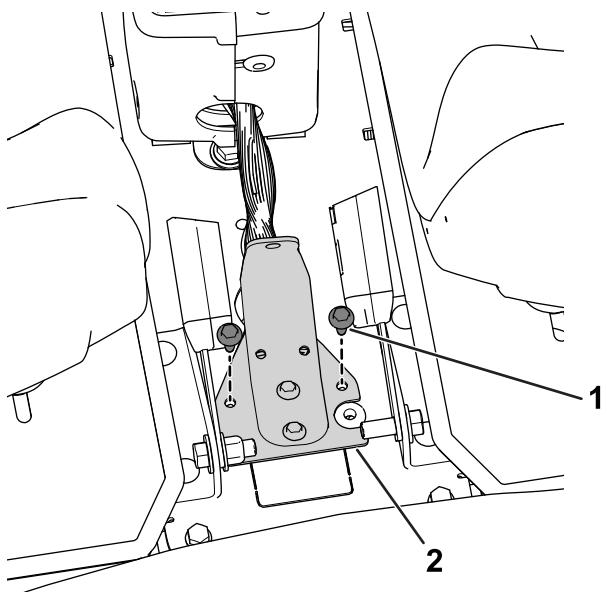

图 31
3. 使用之前卸下的螺栓将线束基座固定到控制台上 图 31。